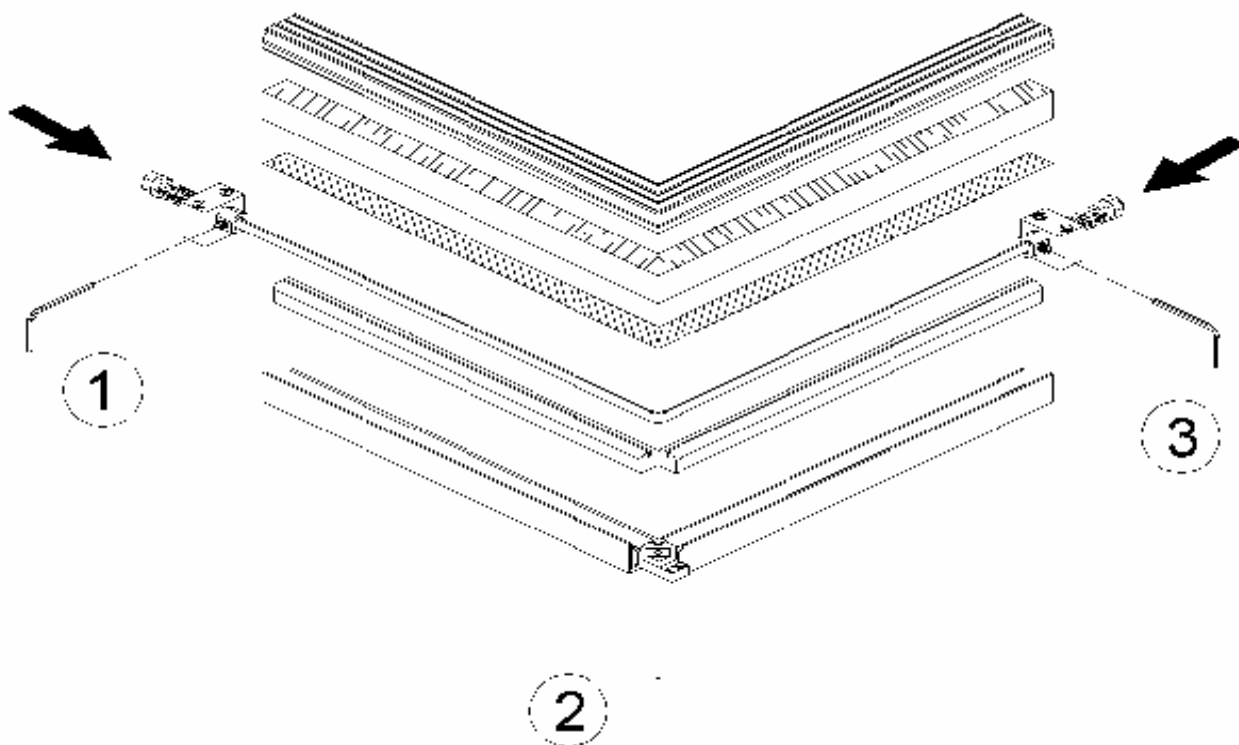

Рис. 11
Как показано на рис. 11, термонаж крепится в трех точках. Снимите старый термонаж, открутив крепежные винты, и замените его новым.
- Проверьте правильность установки резиновой прокладки и тефлоновой ленты. Они должны быть ровными и плоскими (см. рис. 11).